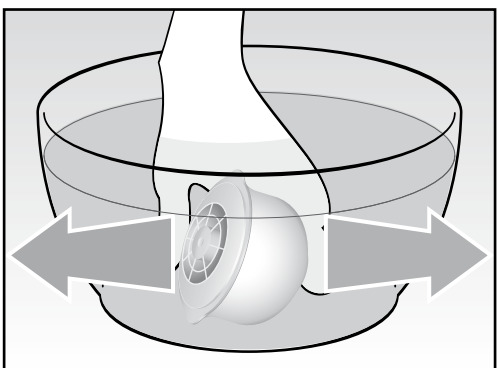
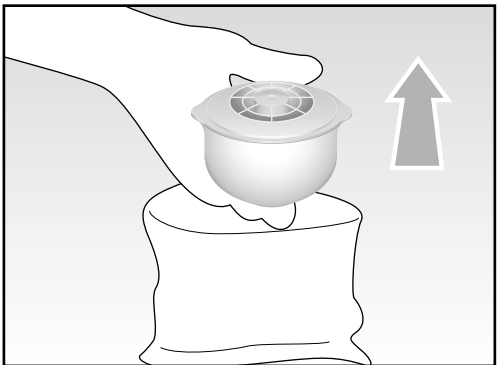

Fig. 8
Fig. 7
Remove the cartridge from all packaging (Fig. 7). There may be a small residue of black particles (carbon) in the bag or adhering to the cartridge body, this is normal. These particles are harmless and are washed off during the preparation process.
Shake the cartridge (D) in cold water to ensure that any trapped air bubbles are removed (Fig. 8). Some loose carbon particles may be released during this process. This is normal and does not influence performance. Your filter cartridge is now ready for use.
Préparez la cartouche de filtrage (D) en suivant attentivement toutes les instructions indiquées sur l'emballage. Retirez la cartouche de son emballage (Fig. 7). On peut remarquer un petit résidu de particules noires (charbon actif) dans le sachet ou sur le corps de la cartouche, cela est normal. Ces particules sont inoffensives et elles seront éliminées durant la procédure de préparation. Agitez la cartouche (D) dans de l'eau froide pour vérifier l'élimination complète des bulles d'air (Fig. 8). Certaines particules libres de charbon actif peuvent être relâchées durant cette procédure. Cela est normal et n'a aucune influence sur le rendement de l'appareil.